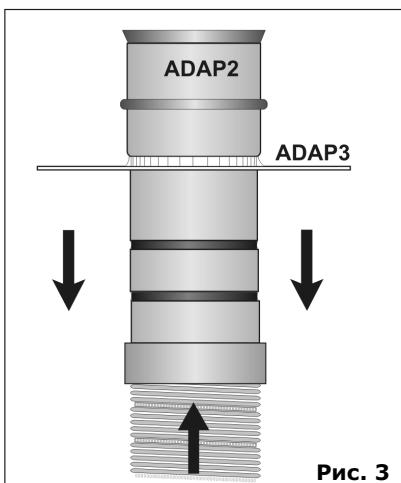

Рис. 3
13.	<p>Для систем с избыточным давлением (100 Па) с максимальной температурой продуктов горения 250°C: вставьте адаптер (ADAP2) через крышное покрытие (ADAP3) в установленное кольцо. Применяйте смазочное вещество без содержания кислоты на кольце, чтобы облегчить сборку (рис. 3).</p>